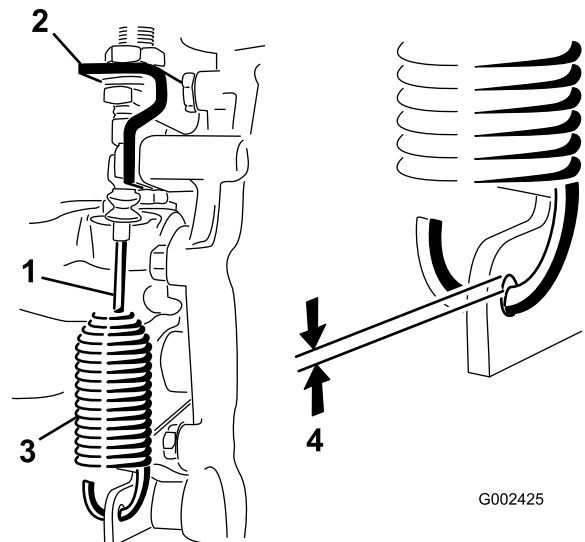

Figura 45
2. Slăbii contrapiuliile care fixează cablul diferențialului autoblocant la suportul de pe cutia de viteze (Figura 45).